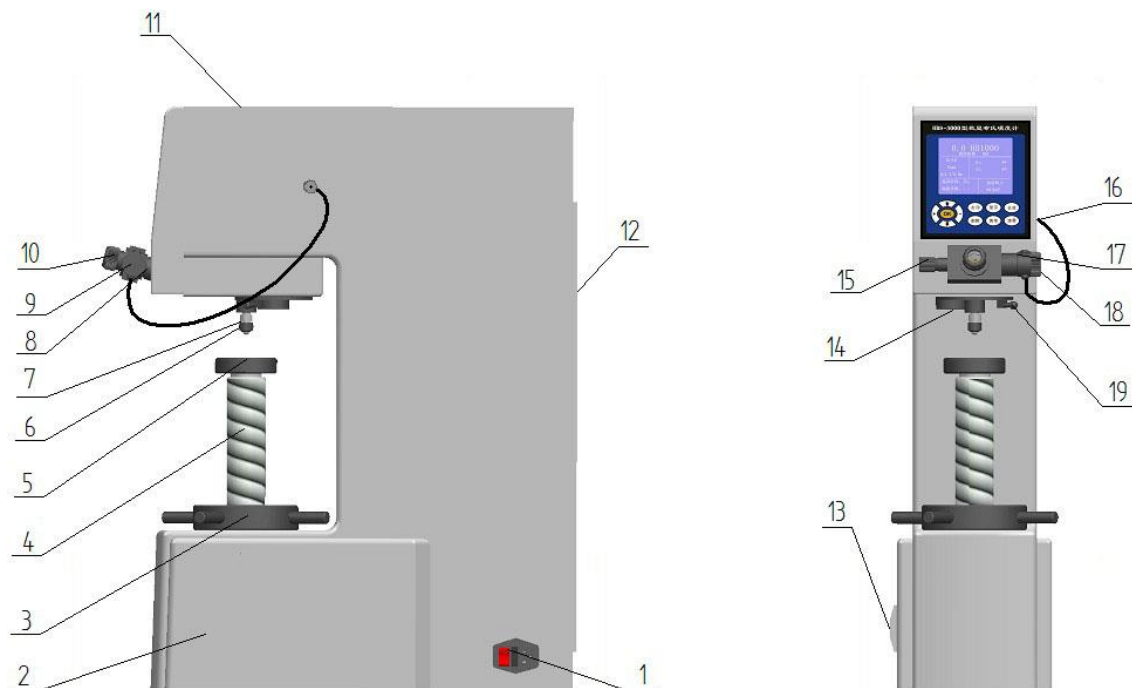

Рисунок 1.3 – Составные части твердомера стационарного NOVOTEST ТС-Б-Ц2
На рис. 1.3 представлен твердомер стационарный NOVOTEST ТС-Б-Ц2 с обозначением его составных частей.
2. Снимите опорные блоки с ходового винта (4 на Рис. 1.3) и индентора (6), тщательно очистите винт (4); затем нанесите немного смазочного масла на него.
4. Откройте упаковку с принадлежностями, установите микроскоп (9) в отверстие для него на верхней стороне прибора и убедитесь, что он вставлен до конца; затем подсоедините кабель микроскопа (8) к круглому разъёму (16), расположенному на верхней правой стороне прибора. Правильное положение микроскопа показано на Рис. 1.3.
5. Достаньте испытательный столик (5) из упаковки с принадлежностями и очистите его от защитной смазки; затем вставьте его в отверстие на ходовом винте.